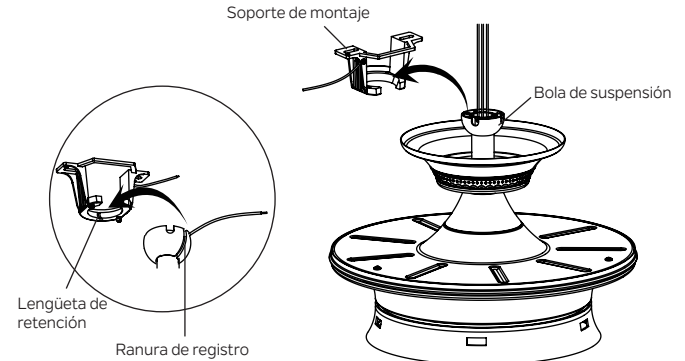

Figura 10
Paso 6. Ahora levante el conjunto del motor a su posición y coloque la bola de suspensión en el soporte de montaje. Gire hasta que la lengüeta de retención haya caído en la ranura de registro y se asiente firmemente. (Figura 10) No debería girar todo el cuerpo del motor si esto se hace correctamente.